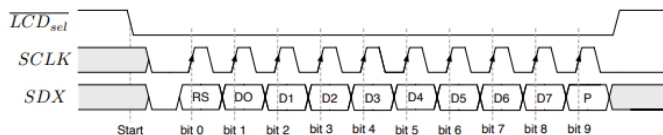

Figura 2 – Protocolo de comunicação com o módulo *Serial LCD Controller*
O módulo *SLCDC* recebe em série uma mensagem constituída por nove (9) *bits* de informação e um (1) bit de paridade. A comunicação com este módulo realiza-se segundo o protocolo ilustrado na Figura 2, em que o *bit RS* é o primeiro bit de informação e indica se a mensagem é de controlo ou dados. Os seguintes oito (8) bits contêm os dados a entregar ao *LCD*. O último bit contém a informação de paridade par, utilizada para detetar erros de transmissão.